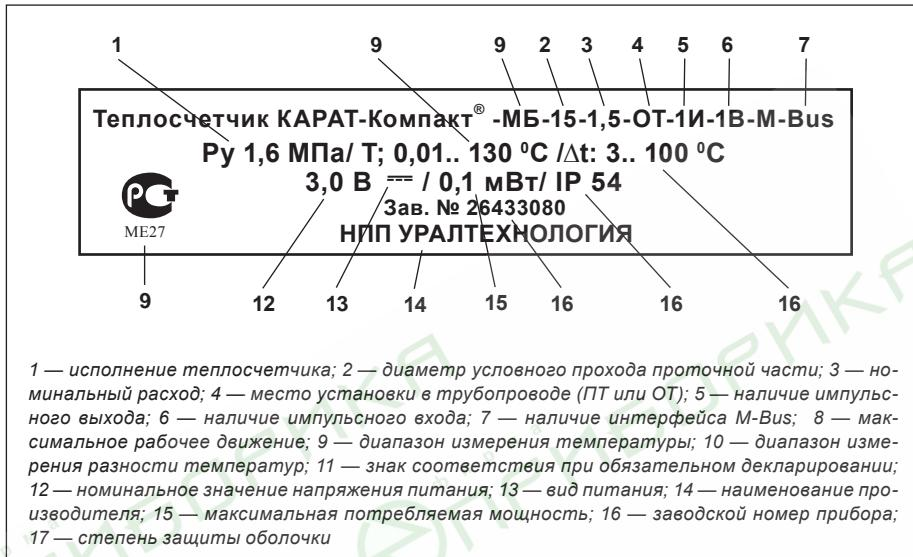

Рисунок 10. Маркировка на боковой поверхности теплосчётчика
- на наклейке, крепящейся к боковой поверхности корпуса вычислителя, печатается наименование прибора, заводской номер прибора, исполнение прибора и номинальный расход, максимальное рабочее давление, диапазон измерения температуры, диапазон измерения разности температур, номинальное значение напряжение питания, вид питания, номинальная мощность, степень защиты оболочки, знак Соответствия, наименование предприятия-изготовителя, рисунок 10.